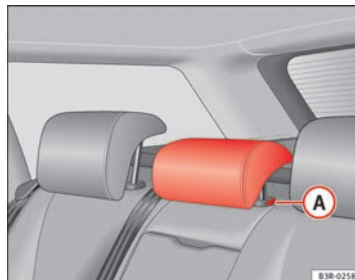

Fig. 114 Plaza central del asiento trasero: Apoyacabezas
- Oprima el botón **(A)** ⇒ fig. 114 y descienda el apoyacabezas.
- Apriete la tecla **(A)** ⇒ fig. 114 y, al mismo tiempo, extraiga el apoyacabezas.